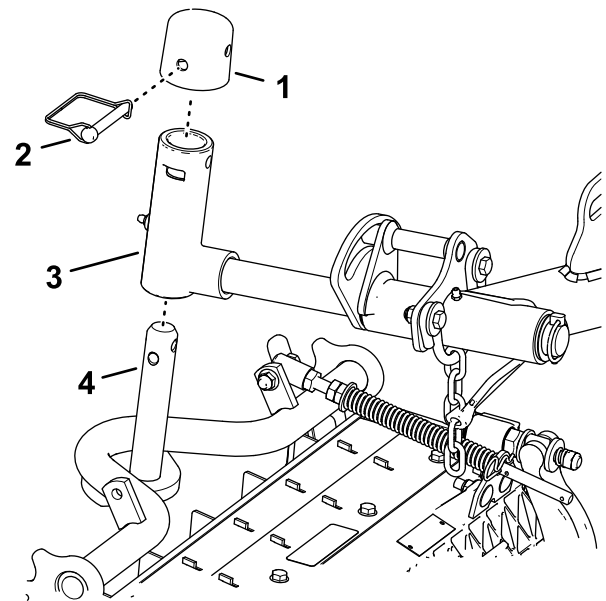

Bild 16
1. Schieben Sie ein Mähwerk unter den Hubarm (Bild 16).